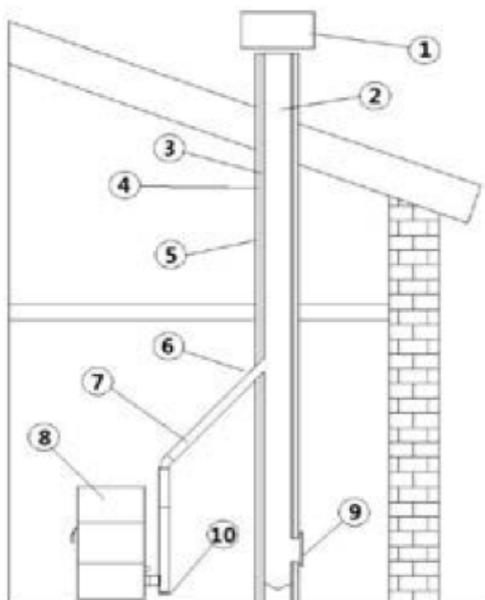

**Fig. 4 - Comignoli antivento**
- Si consiglia un comignolo di tipo antivento, vedi **Fig. 4**.